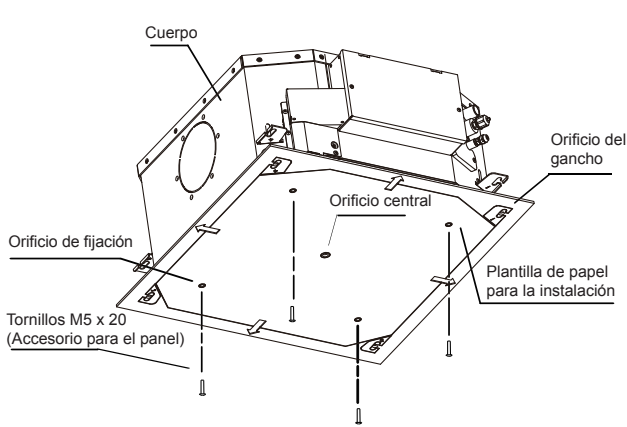

Imagen 3.8
2. Una vez que haya levantado y montado la unidad, use tornillos M5 x 20 (incluidos con la placa de instalación) para asegurar la placa de instalación (accesorio 2) al cuerpo de la unidad. Asegúrese de verificar el tamaño y las posiciones de la abertura en el techo y el acceso para mantenimiento antes de hacerlo. Consulte la Imagen 3.8.